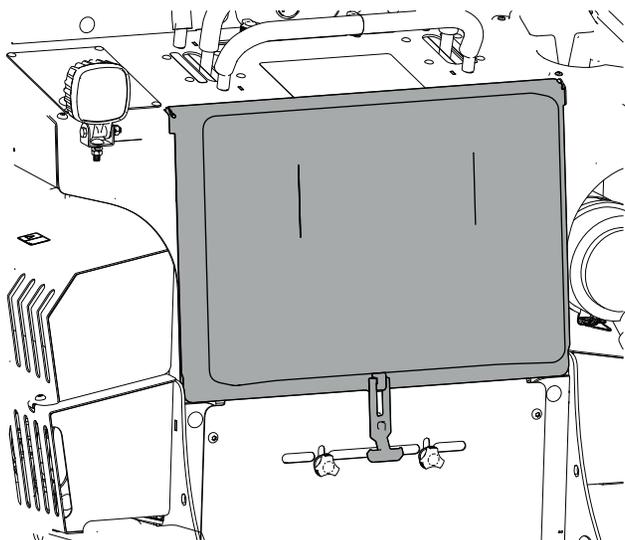

Figure 44
3. Déposez le coussin de la plate-forme de l'utilisateur (Figure 44).